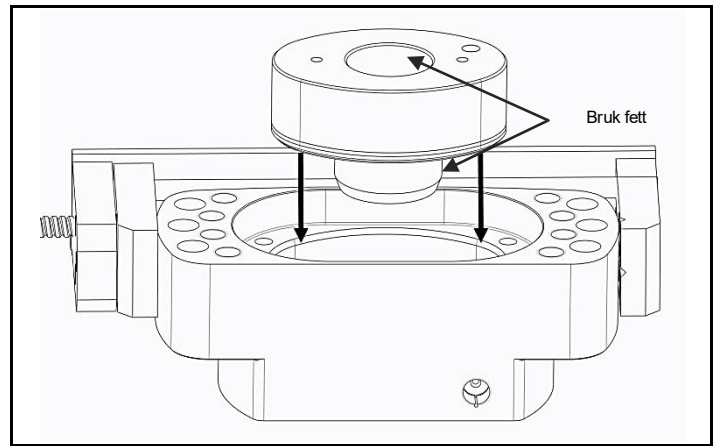

Fig. 4.9 Påfør fett og installer stempel
a) Når huset og innsatsenheter skyves inn i kroppen, må man passe på å ikke skade innvendige overflater. (Fig. 4.9)